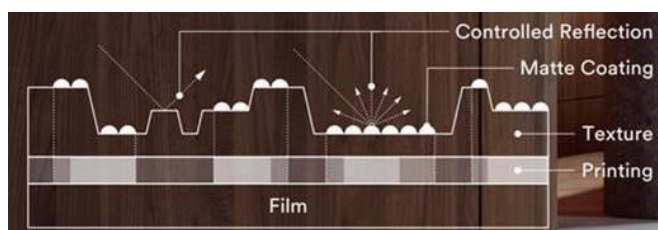

Figura 2: New Controlled Reflection Technology
- Estetica — La nuova tecnologia a riflessione controllata conferisce l'aspetto realistico dei materiali naturali. Il controllo della riflessione si abbina alla struttura a venature del legno e ad una stampa di alta qualità (Figura 2).